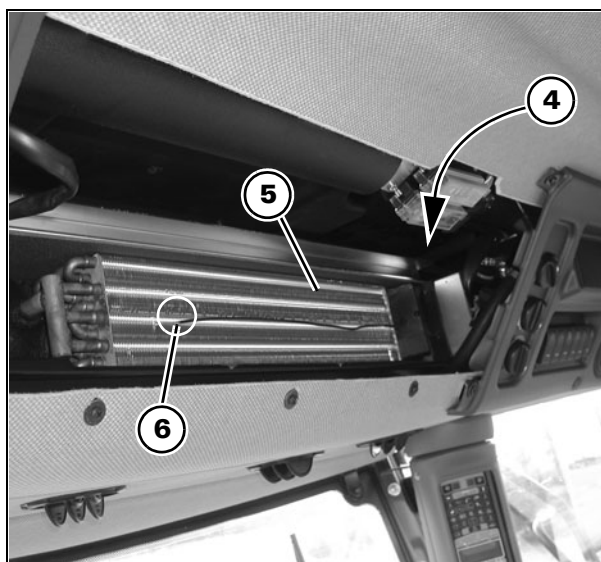

Рис. 67
Для правильной работы системы важно, чтобы шпунт расширительного клапана (6) был установлен в испаритель в области, показанной на Рис. 67.